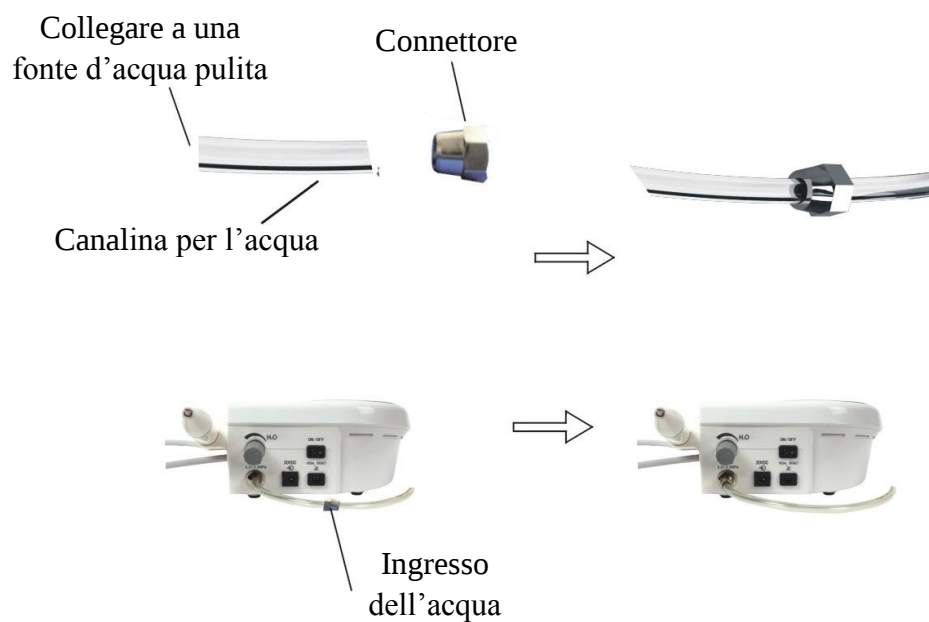

Figura 4 - Connessione dell'alimentazione dell'acqua
- d) Collegare un'estremità della canalina dell'acqua all'ingresso dell'acqua, e l'altra estremità ad una fonte di acqua pura (Figura 4).